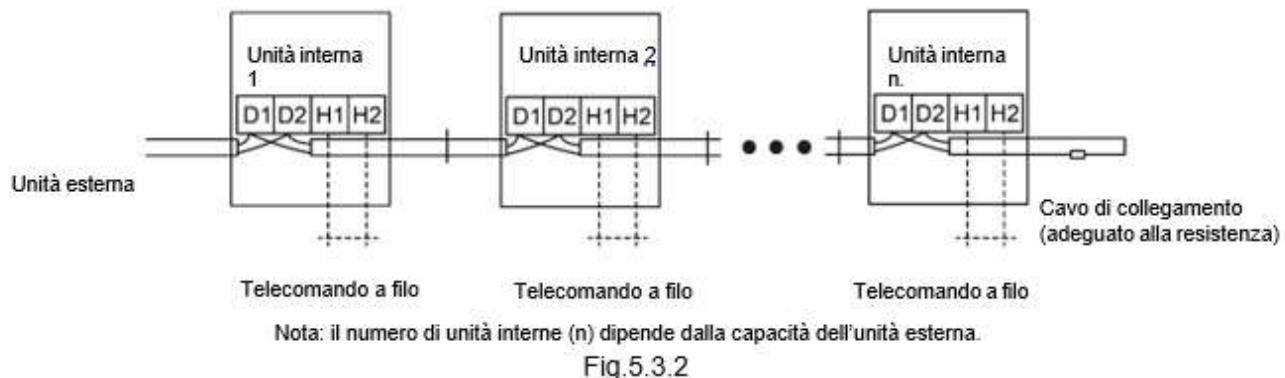

Fig.5.3.2
- (4) Fissare il cavo di comunicazione alla scatola elettrica tramite l'apposita clip.
- (5) Per una comunicazione più affidabile, collegare la resistenza di terminazione all'unità interna più a valle del bus di comunicazione (morsetti D1 e D2), come illustrato nella Fig. 5.3.2. La resistenza di terminazione è fornita con ciascuna unità esterna.